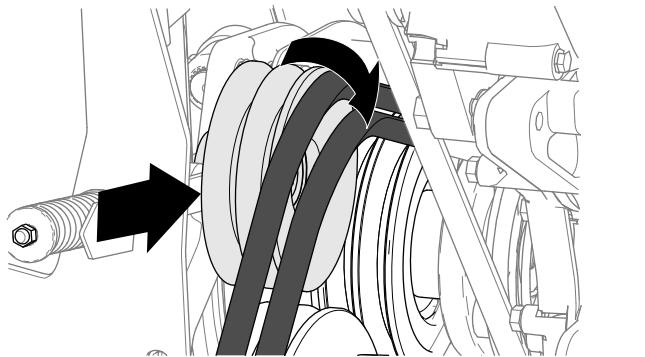

Рисунок 93
9. Поверните натяжной ролик в сторону двигателя и снимите ремни с машины (Рисунок 93).